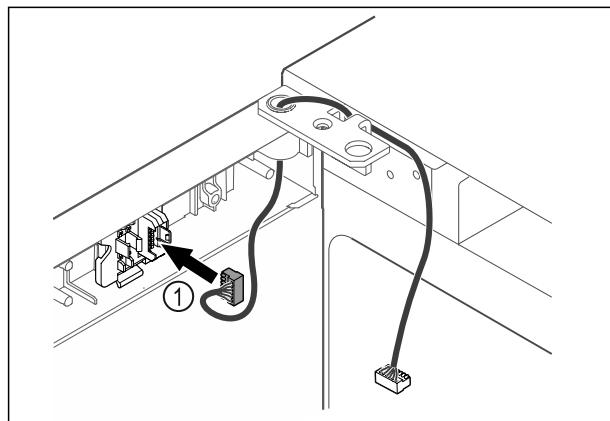

Fig. 40
- ▶ Dugja be a dugót Fig. 40 (1) a dugófoglatba.